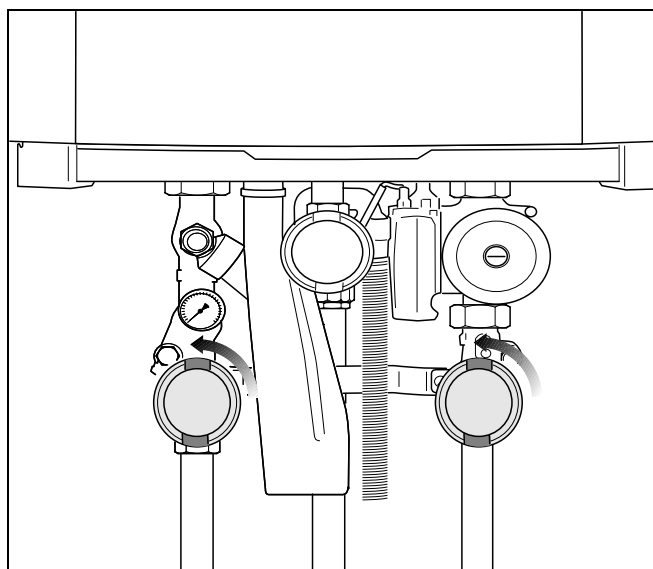

Fig. 12 Deschideți robinetele de întreținere (aici: poziția deschisă)
- Deschideți robinetele de întreținere de la turul și returul de încălzire (Abb. 12) (Poziția deschisă: paralelă cu țeava).